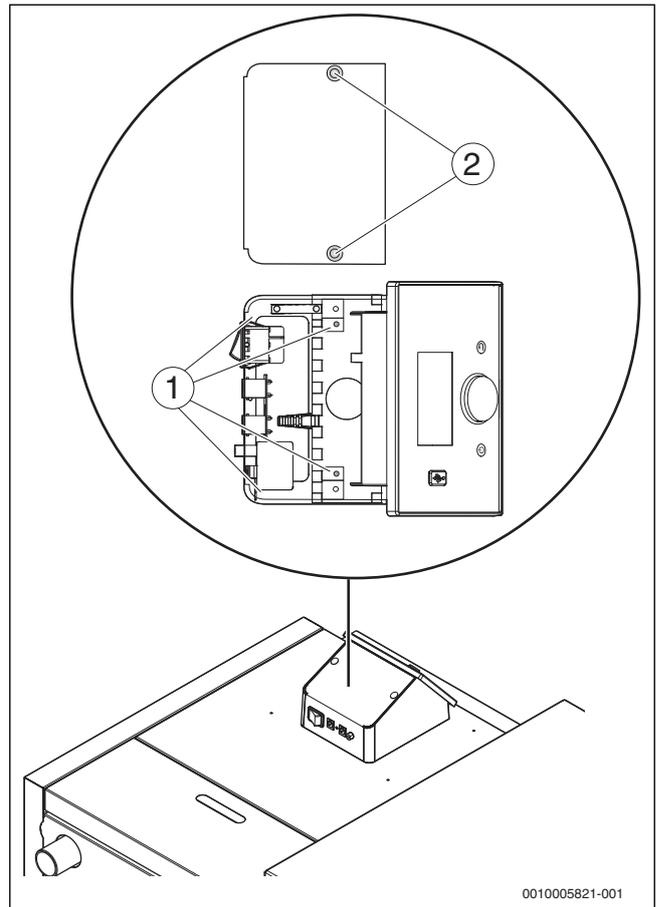

Рис. 22 Крепление системы управления
- ▶ Снимите крышку системы управления (→ рис. 22).
- ▶ Установите систему управления на крышку котла и закрепите винтами (→ рис. 22, [1]).
- ▶ Установите крышку системы управления после подключения всех проводов на систему управления и закрепите винтами (→ рис. 22, [2]).